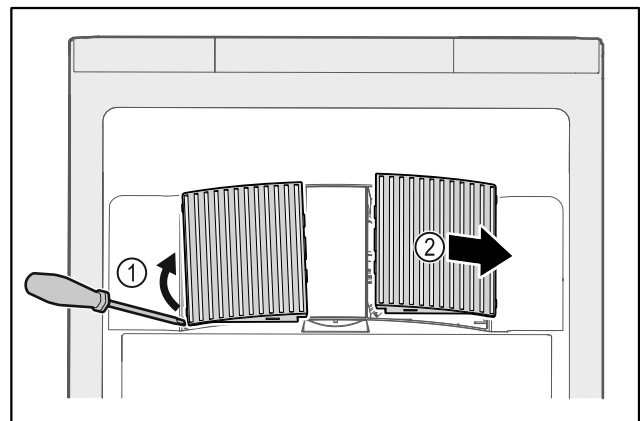

Fig. 47
- ▶ Αναμοχλεύστε προσεκτικά από το πλάι τα καλύμματα του ανεμιστήρα Fig. 47 (1) και αφαιρέστε τα προς τα εμπρός Fig. 47 (2).